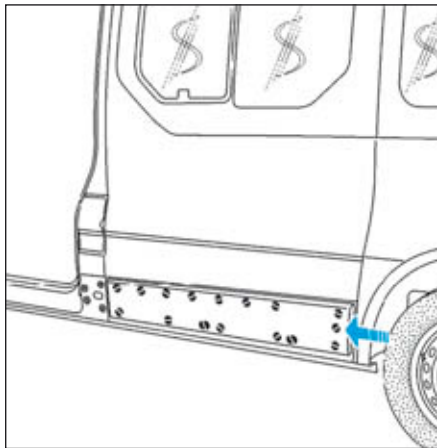

FIG.137
- Glisser le bandeau de panneau latéral vers l'avant du véhicule (Fig.137).